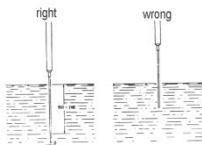

Fig. 7
- * Para una lectura precisa con sonda de temperatura de líquidos (fig. 7).